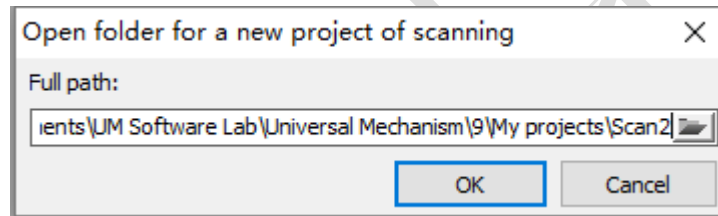

图 2.2 新建 Scanning 项目对话框
3. 在弹出对话框自定义项目的路径（包含项目名称），如图 2.2 所示。